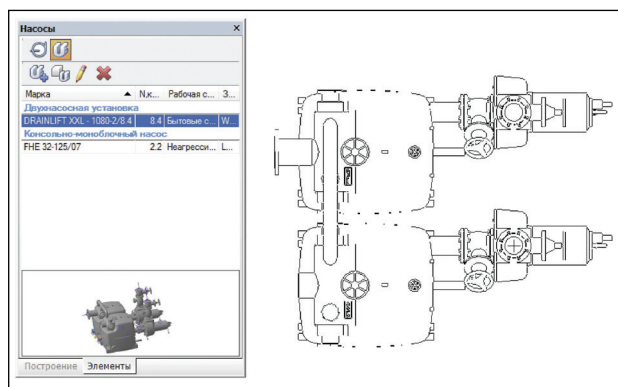

Рис. 9. Готовый пользовательский элемент
*пользовательского элемента* готовый объект каталога может быть применен в проекте. Он попадает в аксонометрические и проекционные виды, учитывается при создании спецификации и аннотировании, передается в трехмерную модель (рис. 9).